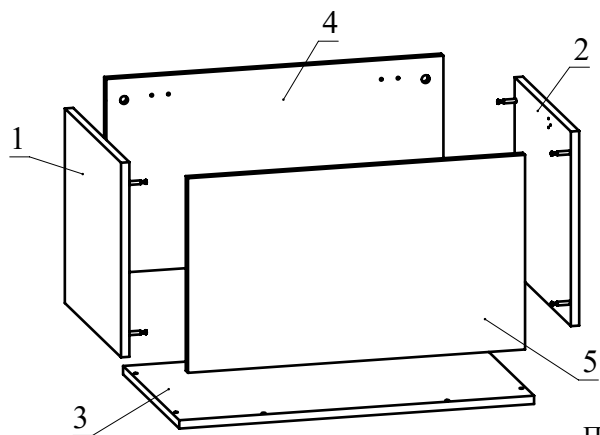

Рис.4
4. Соберите сборку согласно схеме, затягивая головки минификсов конфирматным ключом по часовой стрелке до упора. Соедините деталь 3 с деталями 1, 2, 4, 5 при помощи конфирматов (Рис. 4).